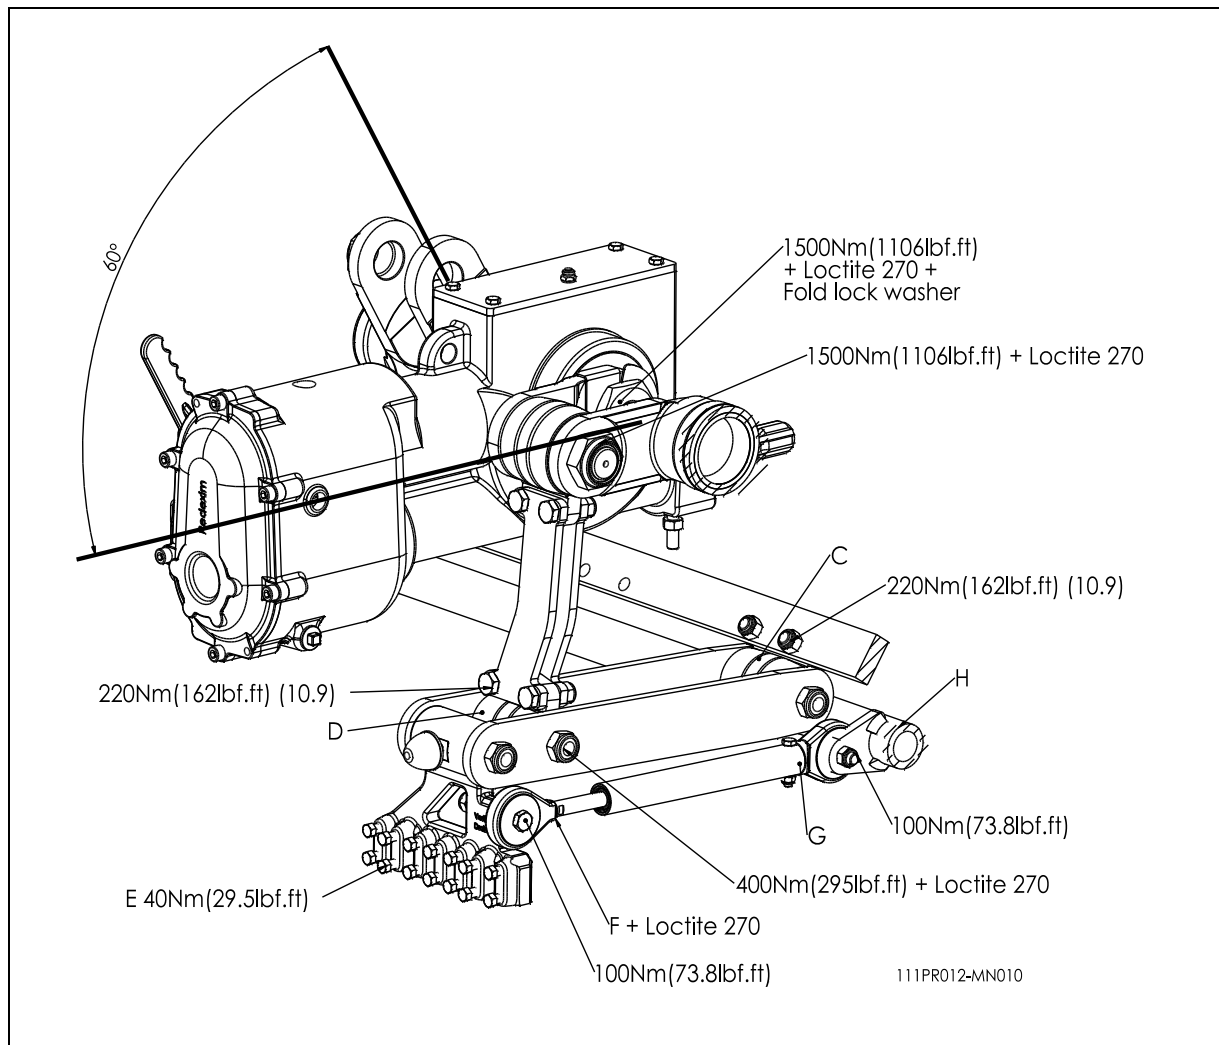

Abb. 8
In Abb. 8 sind die Drehmomenteinstellungen der wichtigsten Schraubenbolzen/Muttern aufgeführt. Übereugen Sie sich davon, dass die Schraubenbolzen und Muttern, für diese Einstellungen nicht Genannt werden, ebenso angezogen werden wie vergleichbare Schraubenbolzen und Muttern. Wenn sich Schraubenbolzen und Muttern lösen, können Sie mit Loctite gesichert werden.
6. Nachdem Sie die Kurbel/das Lager zurückgesetzt haben, bauen Sie die Teile in derselben Reihenfolge des Ausbaus wieder ein. Verwenden Sie entsprechend den Angaben in Abb. 8 Loctite.
Falls ein Element nicht mehr wie die angrenzenden Elemente ausgerichtet ist, kann das folgendermaßen korrigiert werden (siehe Abb. 8):